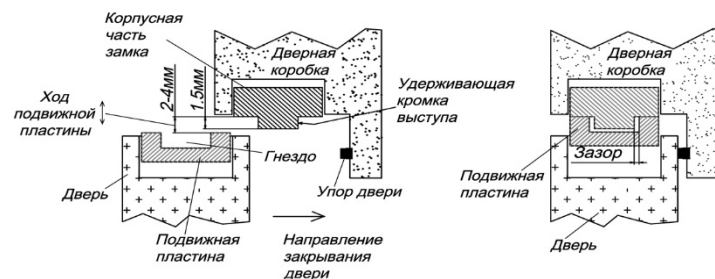

Рис.8
5.7 В закрытом положении двери между рабочими кромками на удерживающем выступе и в гнезде должен сохраняться гарантированный ЗАЗОР. При этом подвижная пластина якоря не должна защемляться из-за влияния уплотнения двери, деформации дверного полотна, неточной навески петель и других факторов, создающих «отдачу» двери при закрывании (рис. 8).